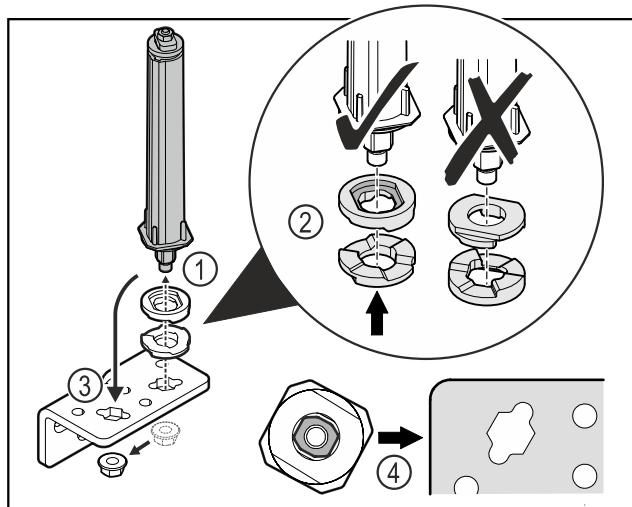

Fig. 30
- Mutter lösen und Türschließsystem entfernen Fig. 30 (1).
- Auf die korrekte Ausrichtung der Höhenverstellscheiben achten Fig. 30 (2).
- Türschließsystem im Scharnierwinkel umsetzen und mit der Mutter fixieren Fig. 30 (3).
- Beim Einsetzen auf die korrekte Ausrichtung des Türschließsystems achten Fig. 30 (4).